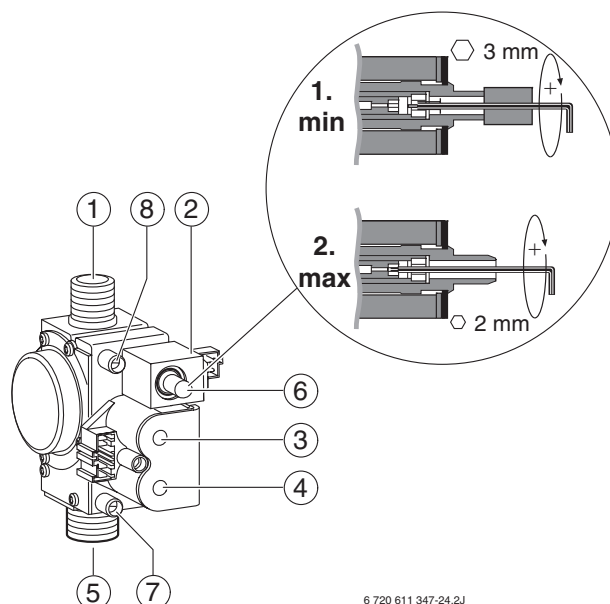

Fig. 25 Valvola gas
- ▶ Collegare il manometro gas alla presa di pressione (fig. 25, pos. 8)